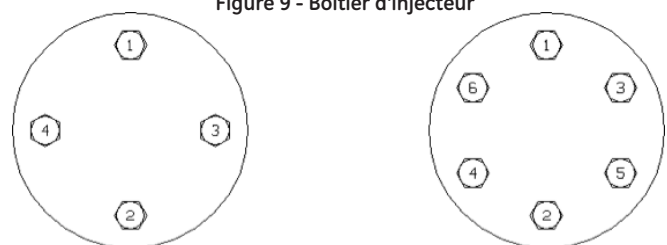

Figure 10 - Ordre de serrage des boulons pour les brides d'injecteur
3. Installez les écrous de goujon et serrez-les dans l'ordre indiqué dans la figure 10 en fonction du nombre de boulons du plan de perçage, puis appliquez le couple indiqué dans le plan d'assemblage pour le rinçage en au moins 6 étapes de serrage à couple égal (10 %, 20 %, 40 %, 60 %, 80 % et 100 % de la valeur indiquée) sauf mention contraire.